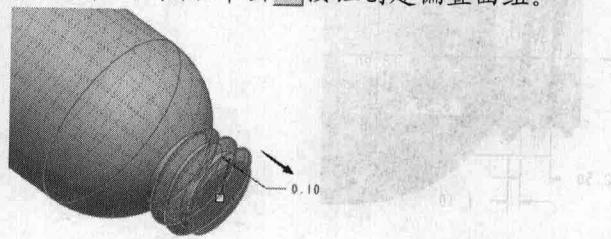

图1-10
2. 选取上一步复制的面组，在菜单栏中选择【编辑】/【偏移】命令，弹出【偏移】操作面板，设置【偏移】的类型为 $\square$ 方式，调整偏移方向向外侧，输入偏置值为“0.1”，如图 1-10 所示，然后单击 $\checkmark$ 按钮创建偏置面组。